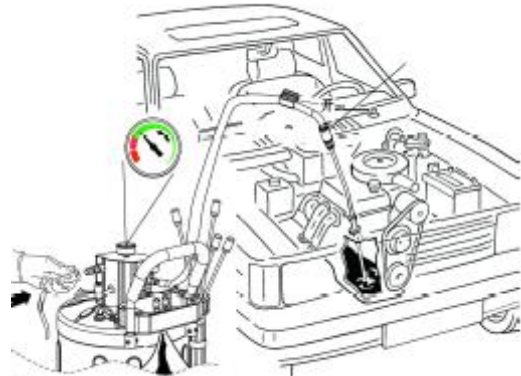

FIG. 3
- Ouvrez la vanne du tuyau d'aspiration. L'huile sera aspirée du moteur vers le réservoir de récupération. Lorsque le tuyau commence à vibrer fortement, cela signifie que l'aspiration est terminée. Puis fermez la vanne. (Figure 3)